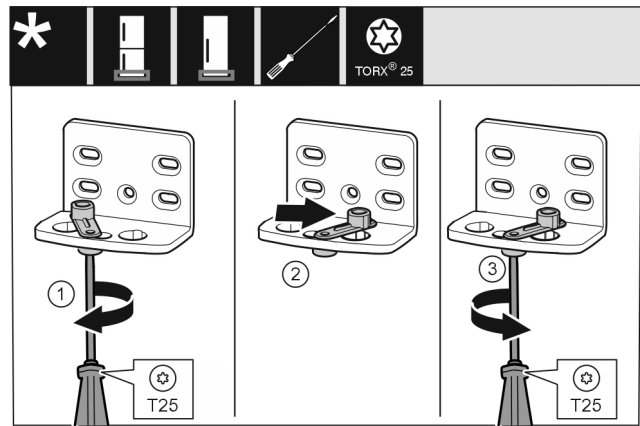

Fig. 15
- ▶ 将螺钉 Fig. 15 (1) 用螺丝刀拧松。
- ▶ 将关门辅助装置 Fig. 15 (2) 提起并向右 90° 转入钻孔。
- ▶ 将螺钉 Fig. 15 (3) 用螺丝刀拧紧。